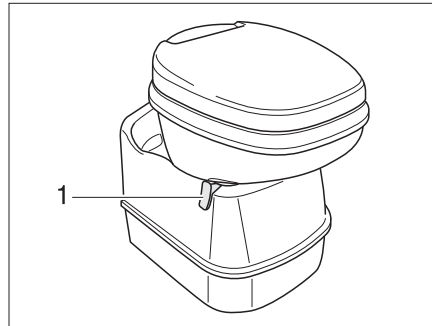

Bild 102 Thetford-Toilettenschüssel, schwenkbar
- Vor der Benutzung den Schieber der Thetford-Toilette öffnen. Dazu den Schieberhebel (Bild 102,1) gegen den Uhrzeigersinn schieben.
- Den Schieberhebel (Bild 102,1) im Uhrzeigersinn schieben. Der Schieber wird geschlossen. Zum Entleeren **muss** an der Thetford-Toilette der Schieber geschlossen sein.